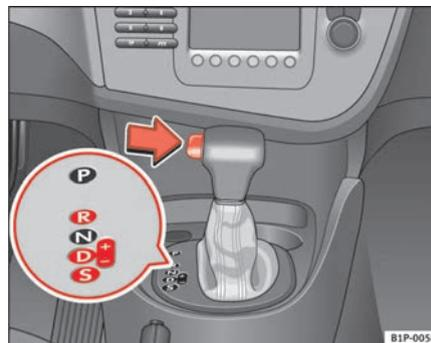

Fig. 122 Conducción
- Presione el pulsador del pomo (situado en la parte izquierda del mismo, ⇒ fig. 122).